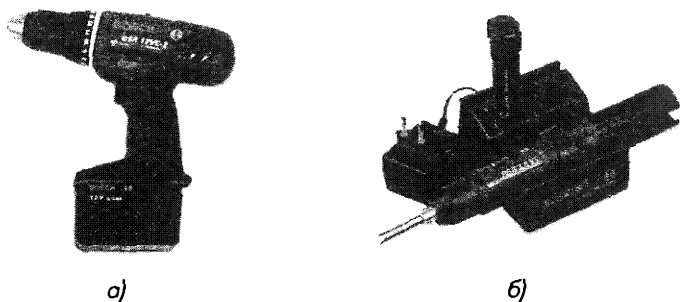

Рис. 1.22. Аккумуляторная дрель-шуруповерт (а)
- шуруповерт или аккумуляторная отвертка (рис. 1.22);